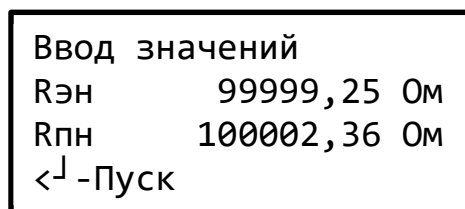

Рисунок 8 – Режим ожидания
2.4.3 Через несколько секунд на индикаторе должен появиться экран режима ожидания (рисунок 8).
2.8.6 Нажатие клавиши «Ввод» (\leftarrow) применяет введённое значение. Введённое значение запоминается в энергонезависимой памяти. После нажатия пользователь попадает в экран режима ожидания (рисунок 8).
2.8.7 Нажатие клавиши «esc» (↵) отменяет введённое значение. После нажатия пользователь попадает в экран режима ожидания (рисунок 8).